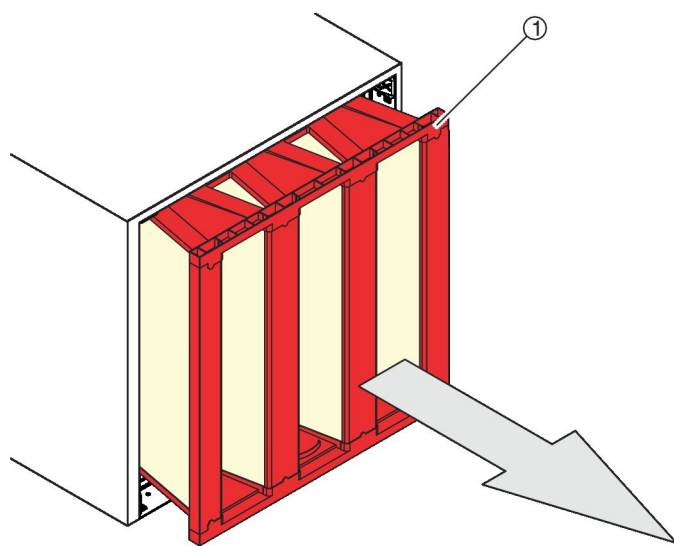

Fig. 54 : Retrait de l'élément filtrant
4. ➤ Retirer l'élément filtrant (Fig. 54 /1).